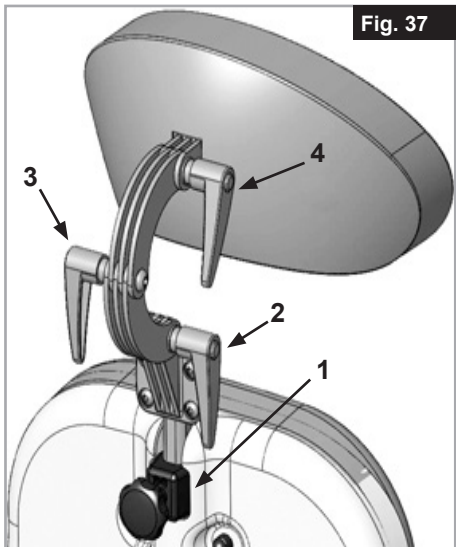

Fig. 37
Vous pouvez régler la hauteur de l'appui-tête (1) et l'incliner vers l'avant ou l'arrière, (2-3-4). Pour ce faire, desserrez les leviers de déverrouillage correspondants, réglez l'appui-tête à la position désirée, puis resserrez-les (Fig. 37).